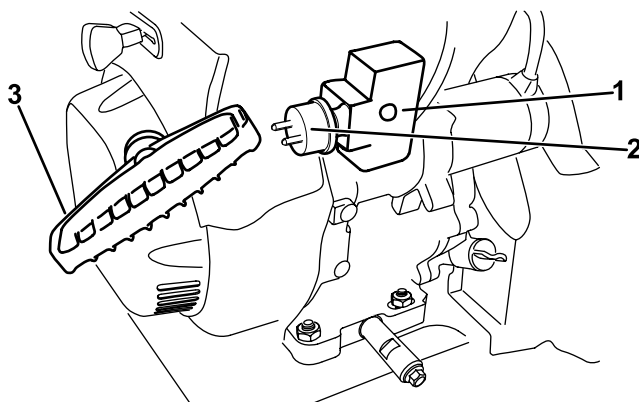

Figura 24
7. Avviate la macchina tirando la maniglia dell'avvitatore autoavvolgente o premendo il pulsante dell'avviamento elettrico (Figura 24).